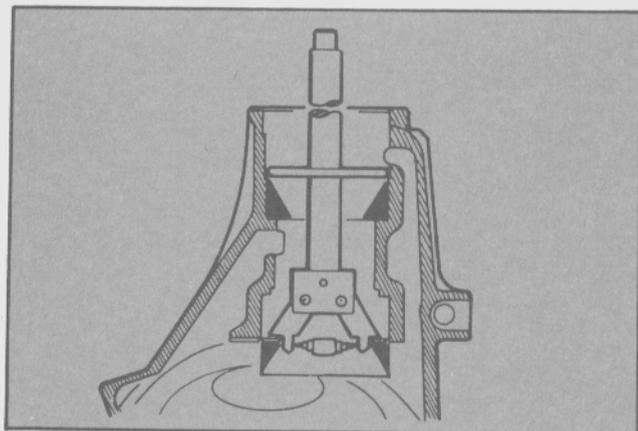

Fig. 22 - Extracción de las pistas de los rodamientos del piñón
- Extraer las pistas de los rodamientos interior y exterior de piñón con la herramienta especial T84G-4616-BAS (Fig. 22).